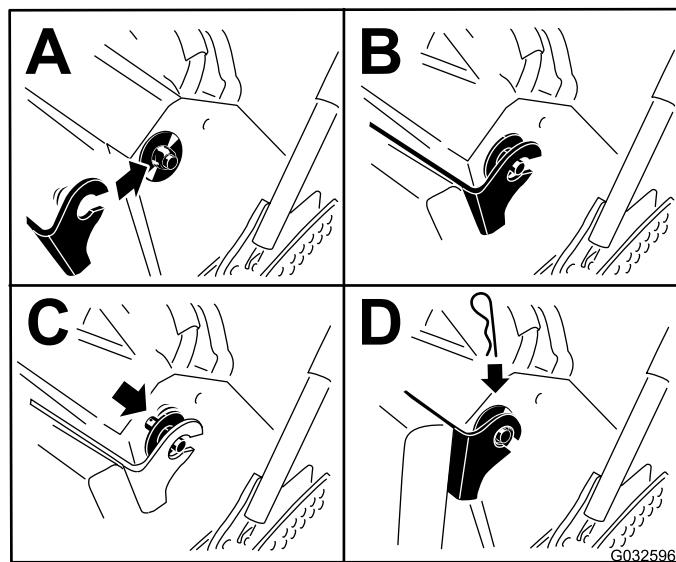

図 36
6. クッショングを機体両側のピンに取り付ける図 36。
7. プラスチック製ブッシュのついた大きなワッシャーをクッショングのブラケットに入れ、ヘアピンコッターピンで固定する図 36。